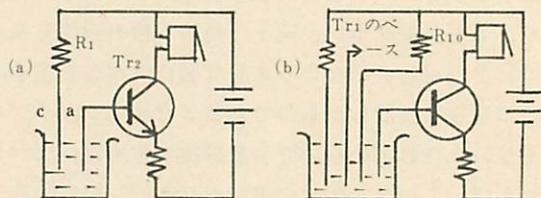

図2 水位報知器 4本線による検出回路
i) スイッチをONにすると図2(a)となる。水位検出線aとcが導通するとTr2が作動してブザーが鳴る。
ii) 検出線を4本使用すれば図2-bとなり切換回路は簡単になるがR10とリード線が一本増える。